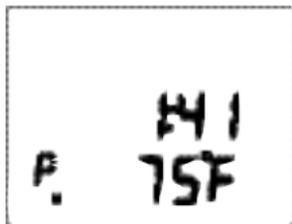

Fig. 106 - INMERSIÓN APNEA ALT
**INMERSIÓN APNEA ALT;** ésta es la información mostrada (Fig. 106):